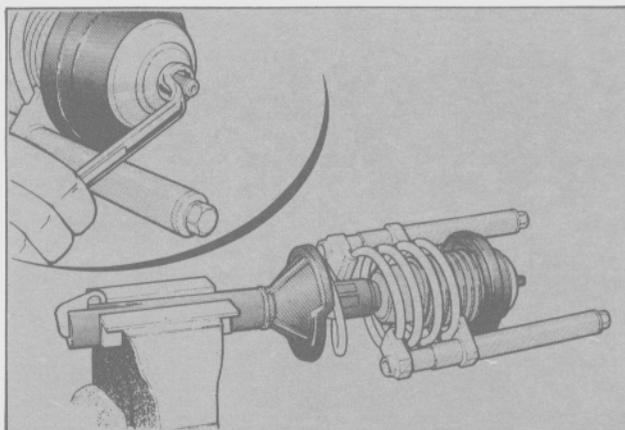

Fig. 21. Extracción de la tuerca de retención del resorte helicoidal.
- Colocar la unidad de suspensión en una morza con las mordazas protegidas y utilizando la herramienta especial T84G-5310-BAS; comprimir el resorte (Fig. 21).